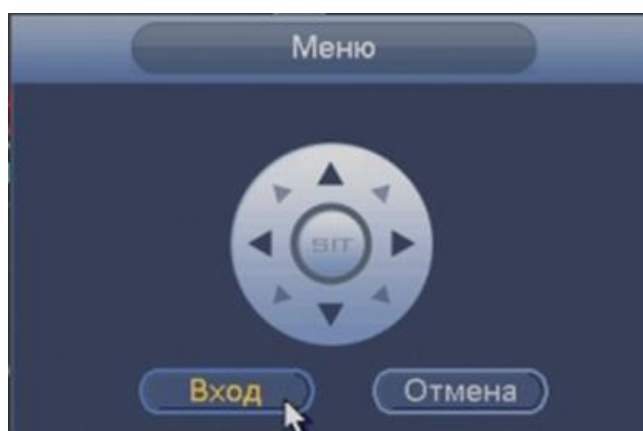

Рисунок 7.4
- Навигация по OSD-меню осуществляется с помощью виртуального джойстика (рис.7.4). Джойстик имеет следующие позиции: